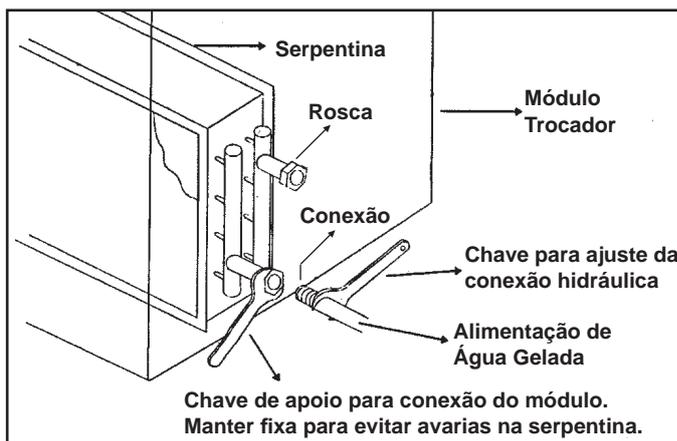

Figura 14 - Ajuste das conexões
* É necessário que o ajuste da rosca seja executado usando-se duas chaves tipo grifo, de maneira a evitar a destruição das conexões das serpentinas, sendo que uma chave faz o ajuste e a outra segura a conexão, apoiando-a no sentido contrário ao do esforço executado para ajustar a rosca, veja o exemplo na Figura 14 à seguir.